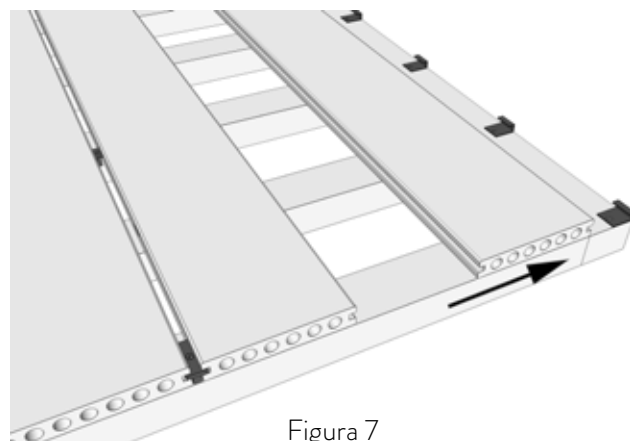

Figura 7
- 5 Instala la tabla posterior, como se muestra en la Figura 7: